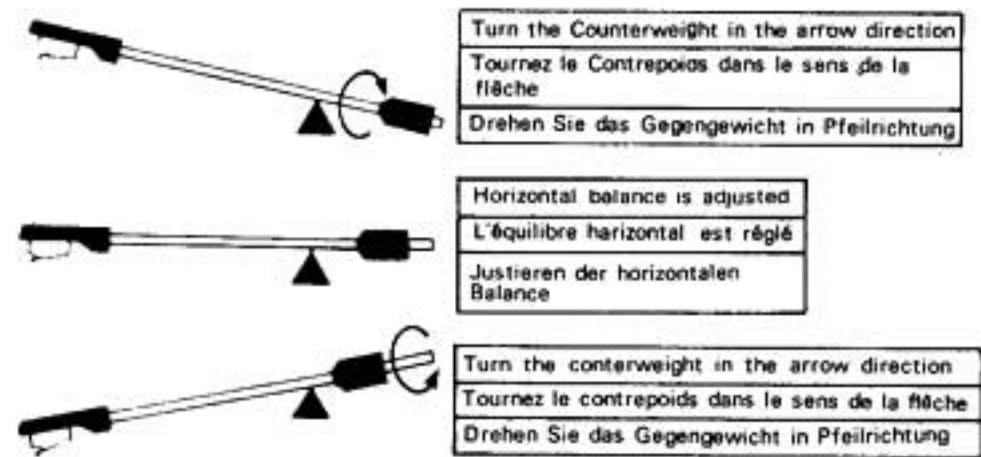

Fig. 16 Abb. 16
- ① Turn on () the power switch. Press the lifter button to lower the arm.
- ② Turn the anti-skating knob and bring the "0" setting to the pointer line.
- ③ Remove the tonearm from the arm rest. Turn the counterweight backwards and forwards until the tonearm is balanced horizontally as shown in Fig. 16 when you remove your hand.
- ① Mettez en marche (■) l'interrupteur général. Appuyez sur le bouton de levage pour faire descendre le lève-bras.
- ② Tournez le bouton correcteur de force centripète et placez l'indication "0" sur la ligne de repère.
- ③ Enlevez le bras de lecture de son support. Tournez le contrepoids dans l'un ou l'autre sens, de façon que le bras de lecture soit équilibré horizontalement, comme le montre la Fig. 16, en enlevant votre main.
- ① Betätigen Sie den Netzschalter (■). Drücken Sie die Tonarm-Lift-Taste zum Senken des Tonarm-Lifts.
- ② Drehen Sie die Antiskating-Einrichtung so, daß die 0-Marke mit der Bezugslinie übereinstimmt.
- ③ Nehmen Sie den Tonarm von der Tonarmstütze. Verdrehen Sie das Gegengewicht so, daß sich der Tonarm, wie in Abb. 16 gezeigt, in einer horizontalen Lage einpendelt und freischwebend ausbalanciert.